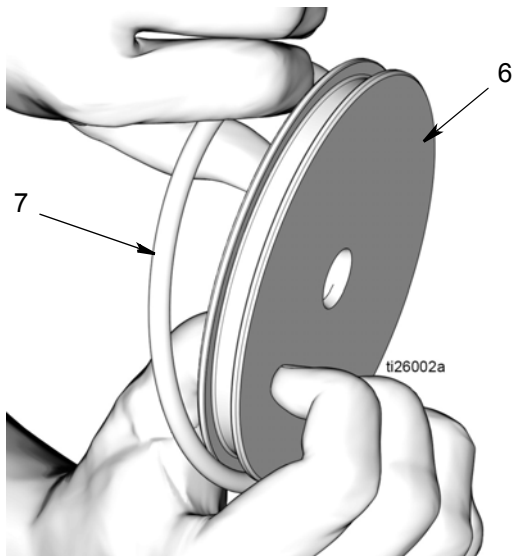

FIG. 22
- d. Retirer le joint torique (7) du piston (6) (FIG. 22).